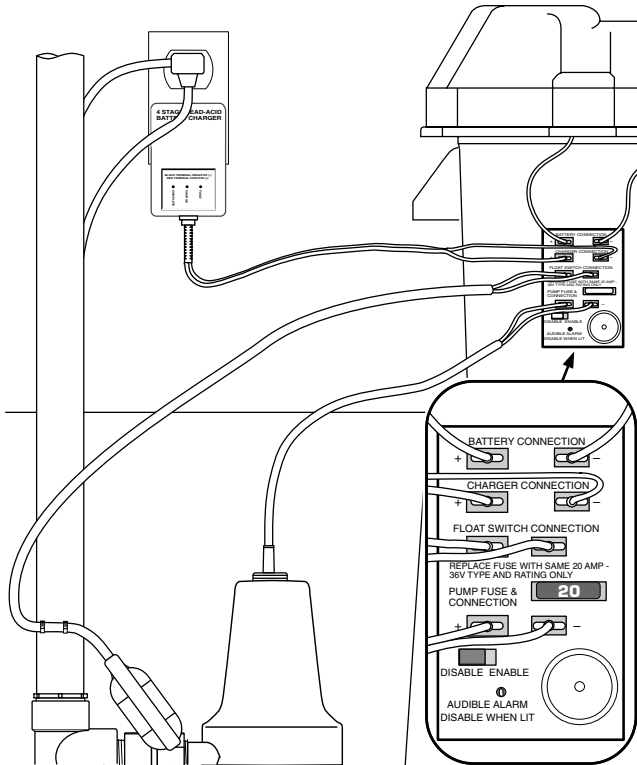

Figure 9 – Branchements électriques du MBSP
1. Coller les deux morceaux de ruban double face (fournis, Réf. 9) à l'arrière de la boîte de jonction. Appuyer la boîte de jonction contre le coffret de la batterie, comme il est illustré à la Figure 9 et à la page 29 (vue éclatée).
2. Brancher le chargeur comme il est illustré dans le tableau 1 et à la Figure 9.